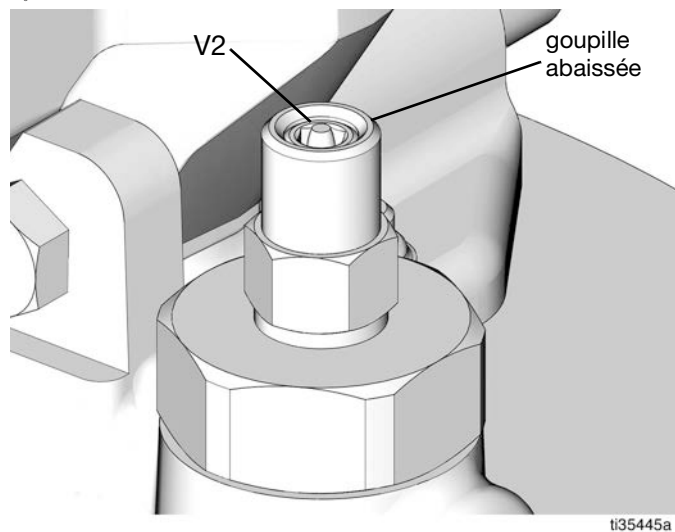

FIG. 18
2. Vérifiez que la goupille du mécanisme d'arrêt du remplissage automatique (V2) est baissée, ce qui indique qu'elle est réinitialisée (FIG. 18).